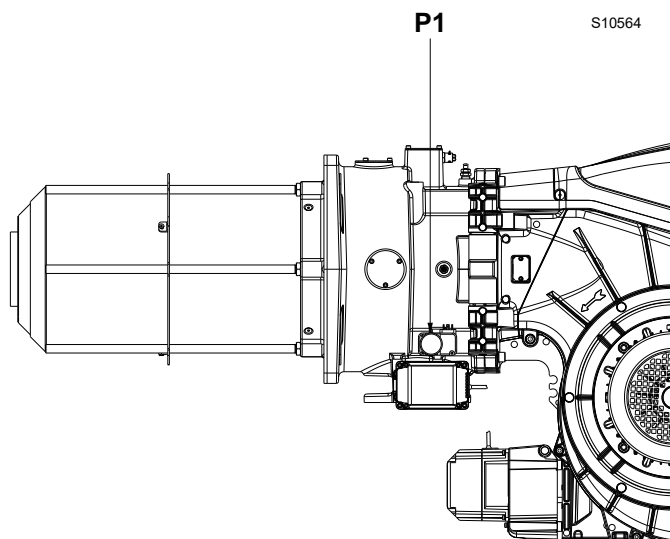

Fig. 26
- soustraire la pression de la chambre de combustion de la pression du gaz mesurée à la prise P1)(Fig. 26).
Pour calculer la pression de gaz requise sur la prise P1)(Fig. 26), régler la puissance MAX requise pour le fonctionnement du brûleur :